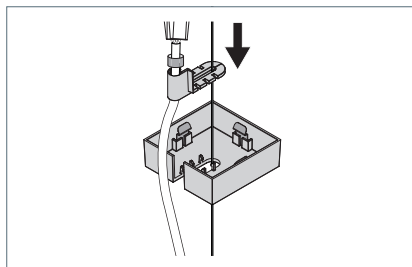

Fig. 18: Insérer le guide-câble.
- Insérez le guide-câble dans le pavillon, voir Fig. 18.